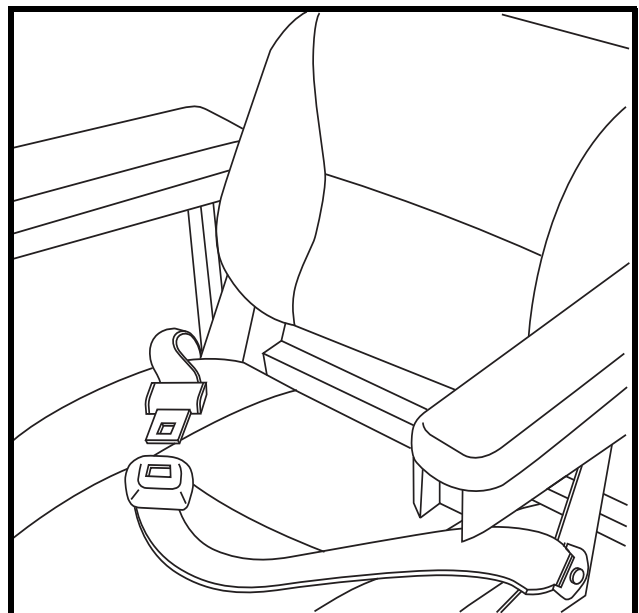

Abb. 20A. Rückhaltegurt
2. Das Gurtband auf der rechten Seite bis auf die gewünschte Weite ziehen. Der Gurt soll stramm gezogen aber bequem sein. **Siehe Abb. 20A.**